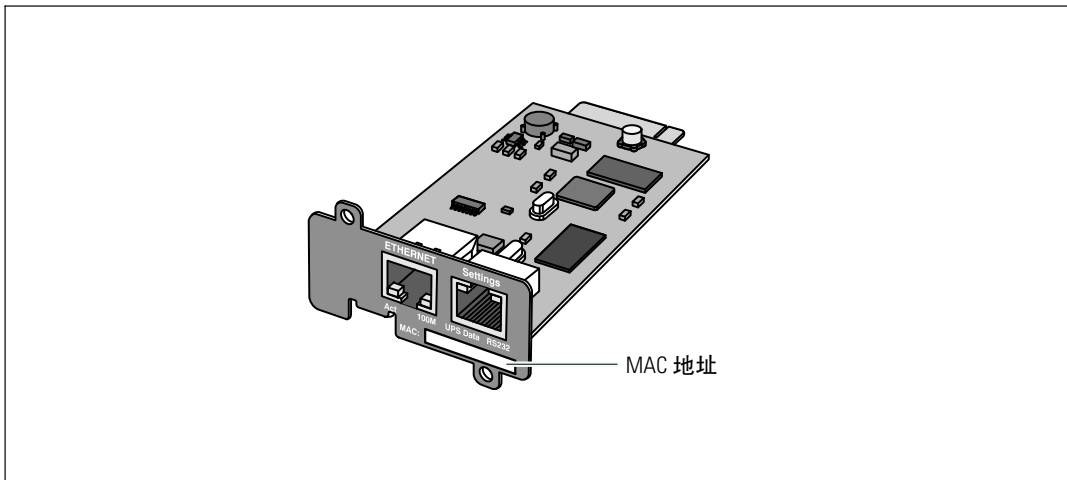

图 2. MAC 地址的位置
- MAC 地址位于卡正面的标签上 ( 请参阅 图 2 )。